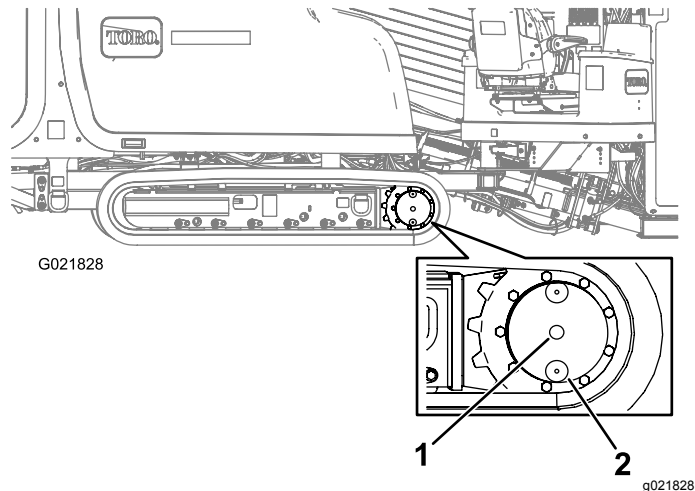

**Bild 103**
2. Reinigen Sie den Bereich um die Ölstandschaube mit einem Reinigungsmittel (**Bild 103**).
3. Entfernen Sie die Ölstandschaube (**Bild 103**).
2. Reinigen Sie den Bereich um die Ölstandschaube (**Bild 103**).
3. Drehen Sie den Planetenantrieb, bis sich die Ölablassschraube genau unter der Ölstandschaube befindet (**Bild 103**).